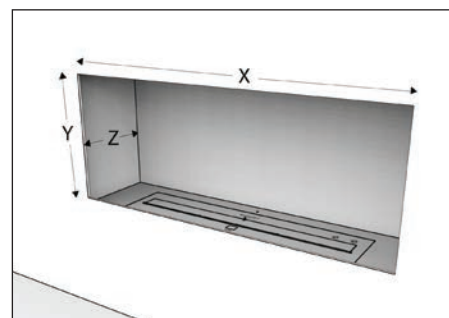

Fig.1
A. DIMENSIONI INTERNE PER L'INSTALLAZIONE DI UNA FIREBOX (Fig.1)